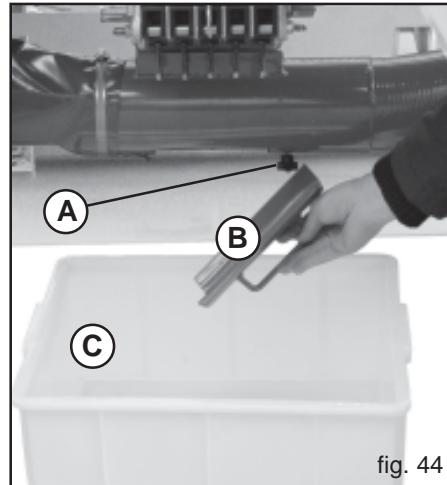
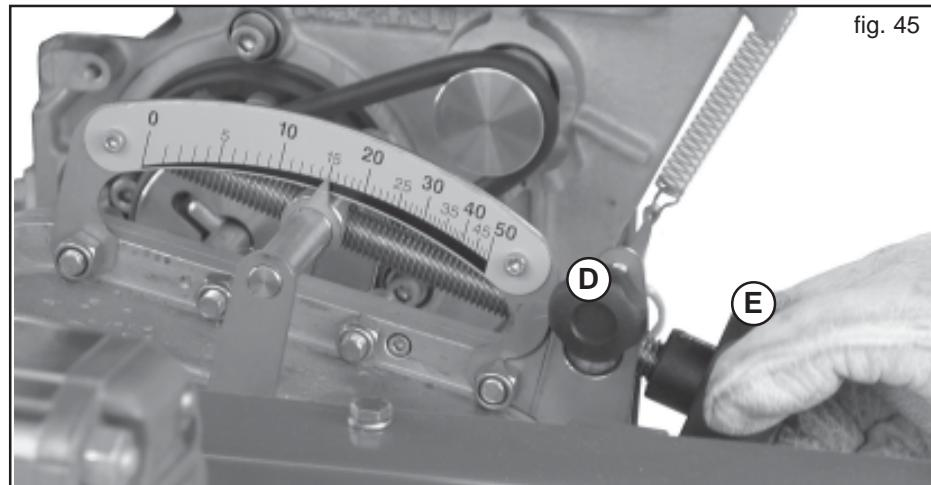

fig. 44
fig. 45
- 2) Den Backenknochen lösen (A, Abb. 44) und die Luke (B) entfernen.
- 3) Abdrehwanne unter den Auslauf stellen (C).
- 4) Loesen Sie die Feststellschraube an der Getriebeeverstellung und (D, Abb.45) bringen Sie durch Drehen an der Getriebeverstellung den Skalenzeiger in die gewuenschte Position (E, Abb. 45).
- 8) Nach erfolgter Abdrehprobe die Verstellspindel mit der Feststellschraube wieder sichern (Abb. 45).